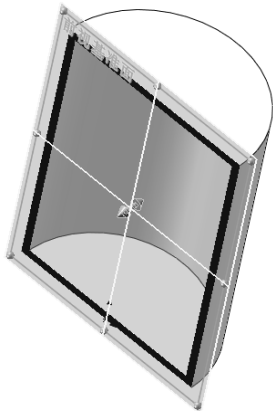

图 8-74 剖面视图
5) 设置剖面图显示。在“前导”工具栏中单击 $\text{P}$ （剖面视图）按钮，显示模型剖面视图，如图8-74所示，单击 $\checkmark$ （确定）按钮，退出剖面视图。